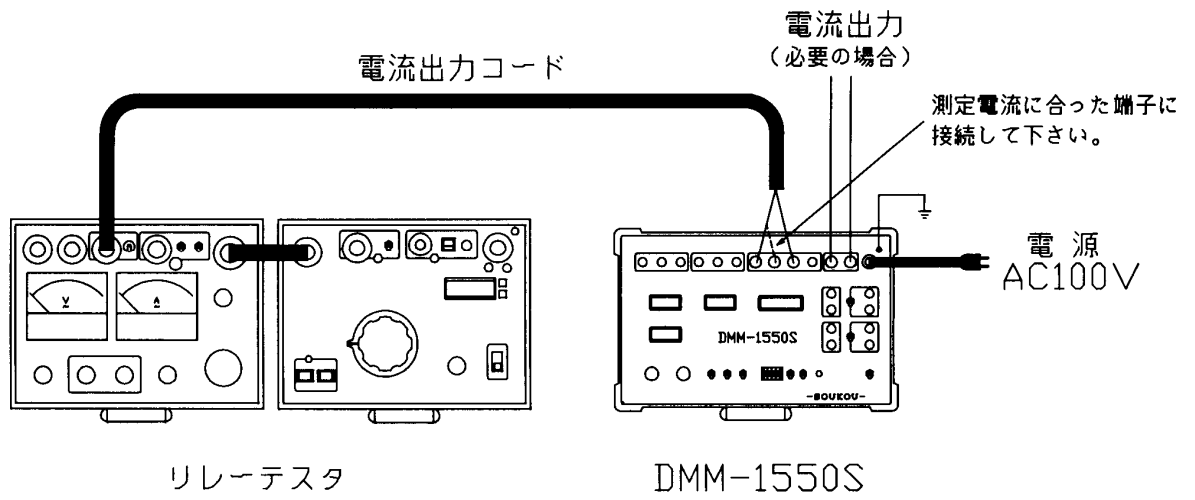

図2：電流の測定
2. 電流入力端子に測定する電流コードを接続して下さい。又、クランプセサ（オプショナル）で測定する場合は、クランプセサ端子に接続して下さい。（図2、3参照）
3. 測定する電流が外部に必要な場合は、電流出力端子間（A3-COM4間）の短絡バーを取外し、電流出力端子に出力コードを接続して下さい。（図2参照）
*レンジに合わせて表示ランプ②が点灯します。